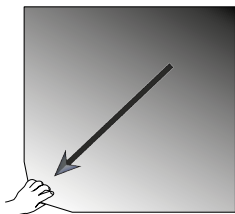

図 99: 粘着マット : マットを持ち上げて引き剥がして、取り外します
1. 粘着マットを外すには、図 99に示すように、片側を持ち上げてプラットフォームからゆっくりと引き離します。